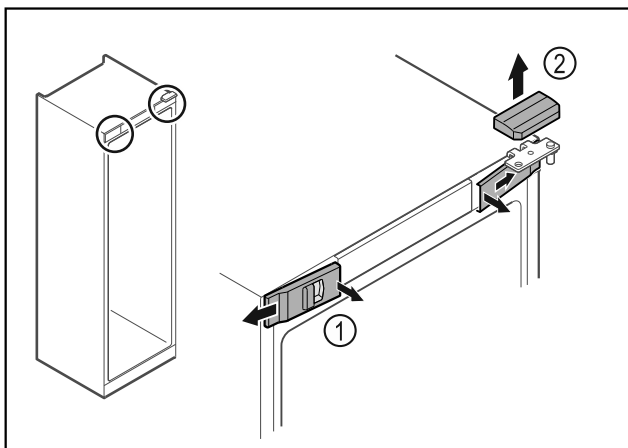

Fig. 9
- ▶ Передние крышки Fig. 9 (1) освободите от фиксации с внутренней стороны и отведите в сторону.
- ▶ Движением вверх снимите верхнюю крышку Fig. 9 (2).